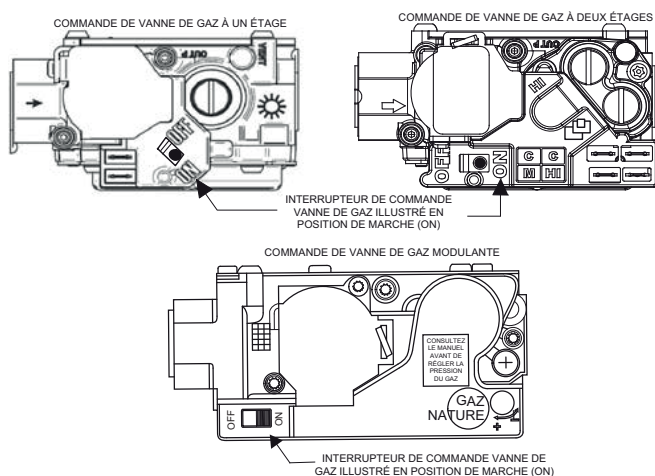

Fig. 12 – Interrupteur de commande en position de marche (ON)
6. Après cinq minutes, réglez l'interrupteur de la commande de gaz à la position de marche (ON). Réglez l'interrupteur de commande à la position de marche (ON). Consultez la Fig. 12.